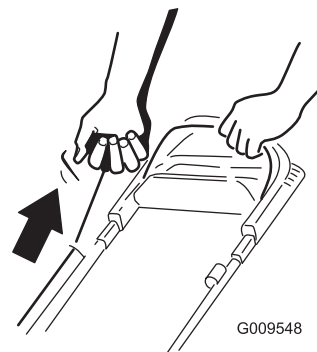

Bild 14
2. Ziehen Sie am Rücklaufstartergriff (Bild 14).
Hinweis: Ziehen Sie leicht am Rücklaufstarterbügel, bis Sie einen Widerstand spüren. Ziehen Sie ihn dann kräftig durch (Bild 14). Lassen Sie das Seil langsam zum Bügel zurücklaufen.